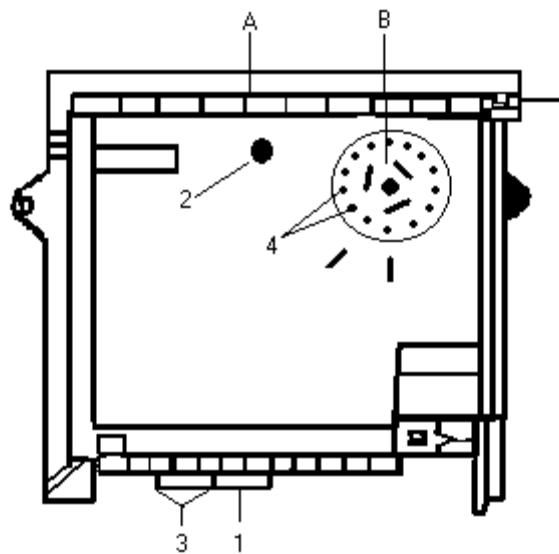

Рис. 11.
- Переведите выключатель А в положение “STOP” (рис. 11.)